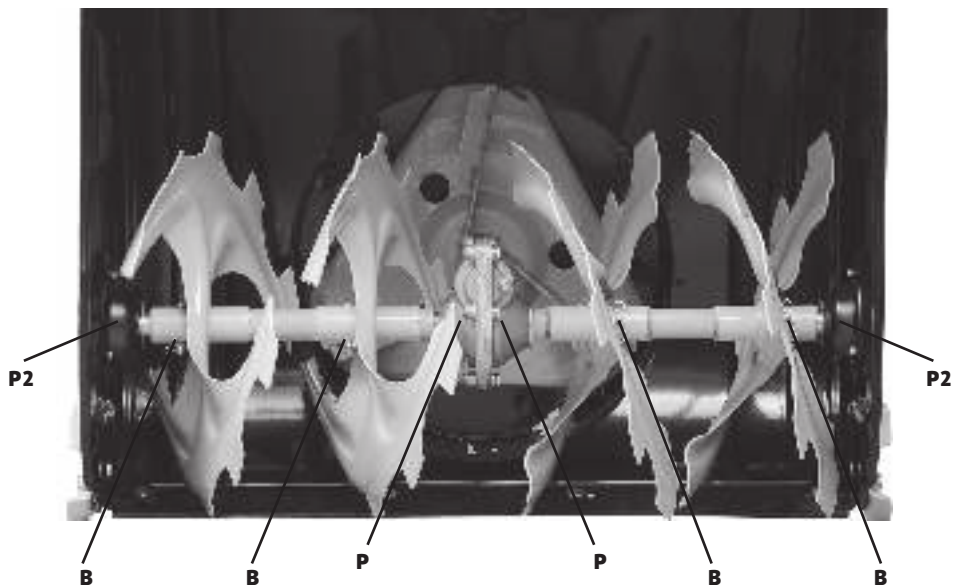

Рис. 23
- Как минимум один раз в сезон, удаляйте срезные штифты (рис.23, В) на валу шнека. Впрысните смазку внутрь вала и выполняйте смазку подшипников шнека как минимум один раз в сезон.
- Каждый сезон выполняйте смазку подшипников шнека (рис.23, Р) и подшипников сбоку рамы (рис.23, Р2).